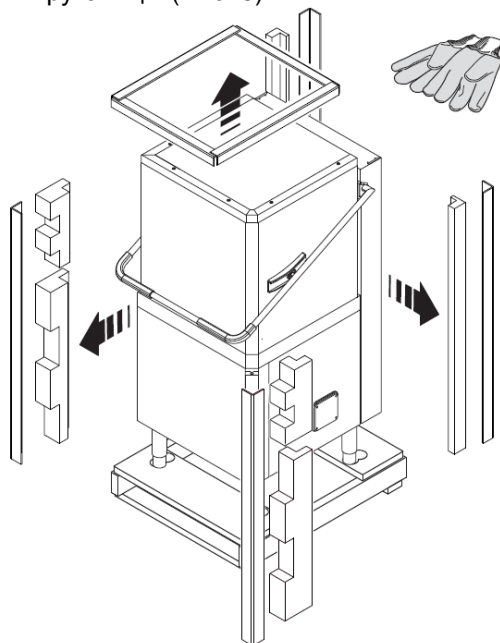

Рис. 5 – Удаление упаковки
- Удалить упаковку, используя защитные перчатки (Рис. 5).